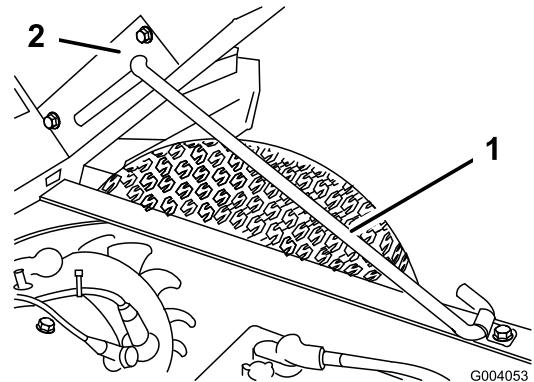

図 18
2. プロップ・ロッドを固定スロットにはめ込んで荷台を固定する（図 18）。